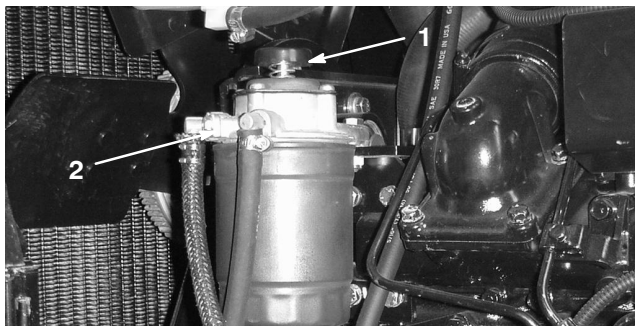

Bild 26
2. Drehen Sie die Vorpumpe (Bild 26) nach links, bis sich die Feder in der Pumpe löst. Bewegen Sie die Pumpe nach oben und unten, bis ein gleichmäßiger Kraftstoffstrom um den Filter herum austritt. Ziehen Sie dann die Schraube fest.
3. Lösen Sie die Entlüftungsschraube am Kraftstofffilter/Wasserabscheider um ungefähr eineinhalb Umdrehungen (Bild 26). Bedienen Sie die Vorpumpe, bis ein gleichmäßiger Kraftstoffstrom um das Entlüfungsloch fließt (Bild 26). Ziehen Sie dann die Entlüftungsschraube fest.